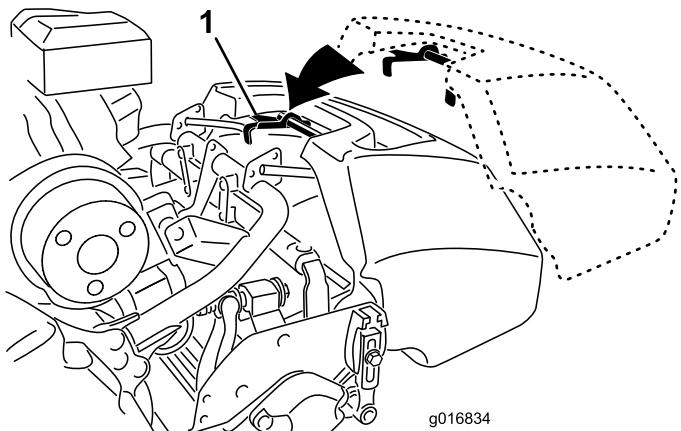

Рисунок 9
1. Возьмите корзину за рукоятку (Рисунок 9).
2. Вставьте кромку корзины между боковыми пластинами режущего блока и над передним валиком (Рисунок 9).
3. Зашепните крюки корзины за петлю рамы (Рисунок 9).